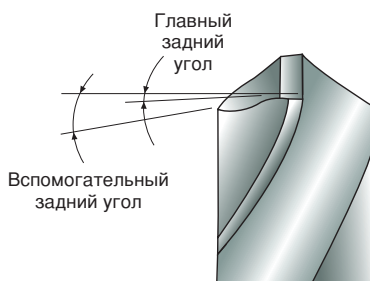

Рис. 9
- 3 Сформировать главный задний угол и вспомогательный задний угол (см. Рисунок 9)